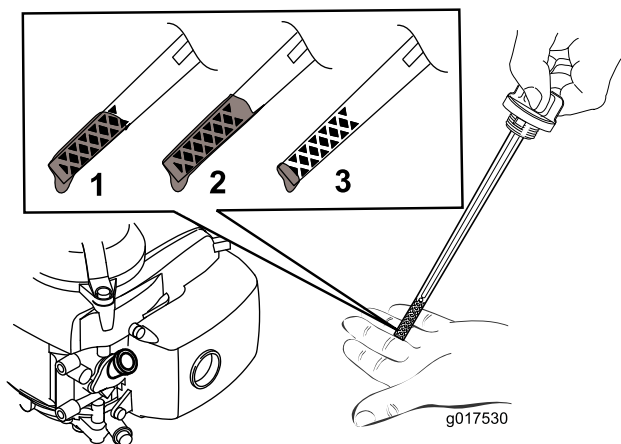

図 10
注 ディップスティックで量を確認しながら 図 10 に示される適正量までオイルを入れる。オイルを入れすぎてしまった場合には、「エンジンオイルの交換」の項に従って余分なオイルを抜き取ってください。
5. オイルの量の確認方法は 図 10 を参照。